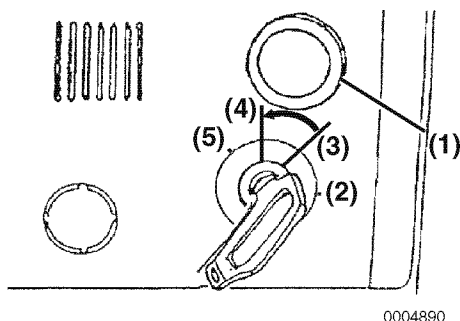

Figura 4
4. Con la llave en la posición ON, mantenga pulsado el botón de parada (**Figura 4, (1)**) hasta que se apague el motor.
Cuando el motor se haya detenido, gire la llave de contacto a la posición OFF (**Figura 4, (4)**).